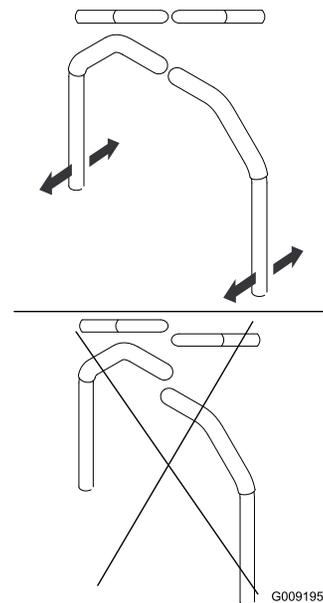

Рисунок 95
4. Отрегулируйте продольное положение рычагов, установив их вместе в НЕЙТРАЛЬНОЕ положение и сдвинув так, чтобы они совпали, затем затяните болты (Рисунок 95).